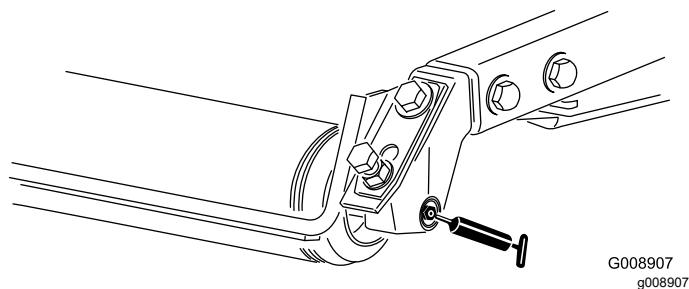

Figura 73
- Rolamentos do cilindro traseiro (2 por cada unidade de corte) – Figura 73